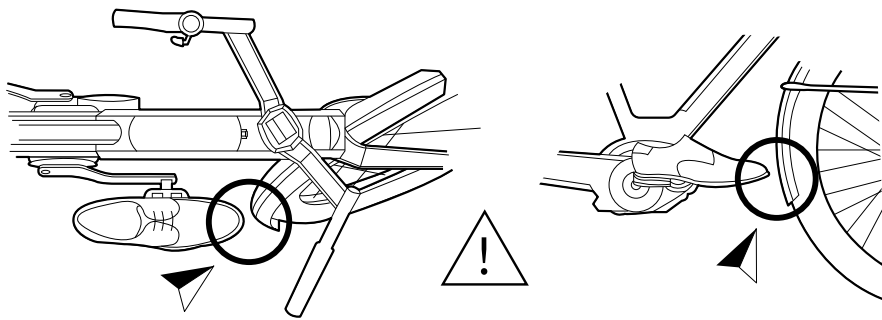

Abb. 2: Risiko einer Berührung zwischen Fuß und Vorderrad
- Bei einigen Fahrrädern, besonders bei den kleinen Rahmengrößen, ist der Radstand kurz und das Vorderrad nah am Pedal. Daher besteht das Risiko, beim Lenken mit dem Fuß das Schutzblech oder den Vorderreifen zu berühren, insbesondere bei geringen Geschwindigkeiten (Abb.2). Treten Sie nicht in die Pedale, wenn Sie bei niedrigen Geschwindigkeiten den Lenker einschlagen. Die Wahrscheinlichkeit einer Berührung hängt aber auch von der Größe Ihrer Füße, der Länge des Kurbelarms, den Pedalen und sogar den Reifen ab. Jegliche Modifikation an den Komponenten kann diesen Abstand beeinflussen und zum Kontakt sowie zum Sturz führen. Wenn Sie ein Teil austauschen möchten, sollten Sie sich daher immer von Ihrem Fachhändler beraten lassen.